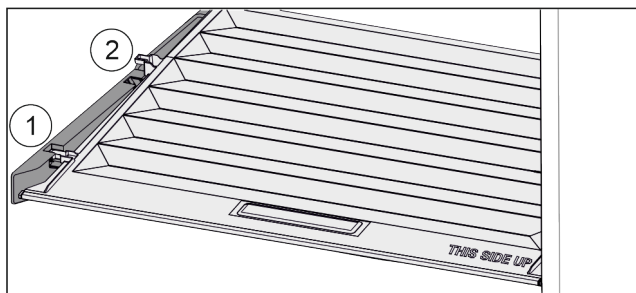

Fig. 117
- ▶ Tirare in avanti il coperchio fino all'apertura nei fermi Fig. 117 (1).
- ▶ Sollevare posteriormente dal basso e togliere verso l'alto Fig. 117 (2).